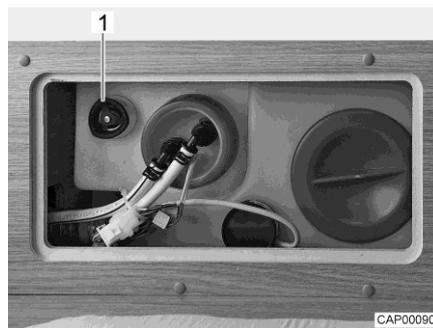

Fig. 70 Réservoir d'eau avec poignée tournante
- Faire tourner la poignée tournante (Fig. 70,1) du réservoir d'eau à fond dans le sens inverse des aiguilles d'une montre au-delà de la résistance pour ouvrir entièrement l'ouverture d'écoulement.